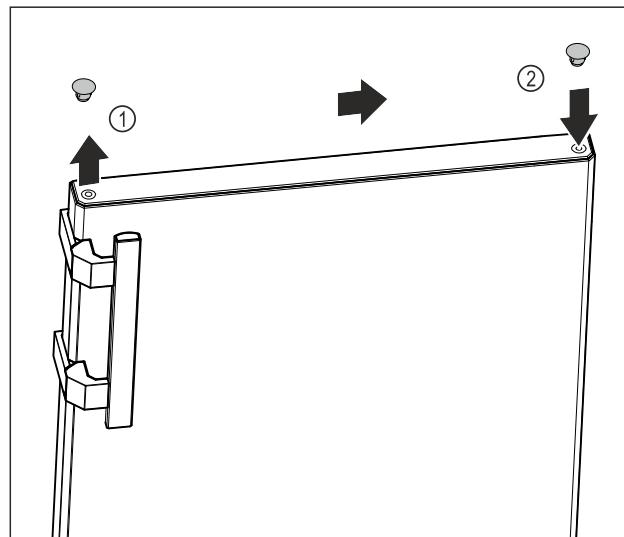

Fig. 15
- ▶ С плоска отвертка внимателно повдигнете покриващата тапа от горната страна на вратата Fig. 15 (1) и я извадете.
- ▶ Поставете покриващата тапа от другата страна. Fig. 15 (2)